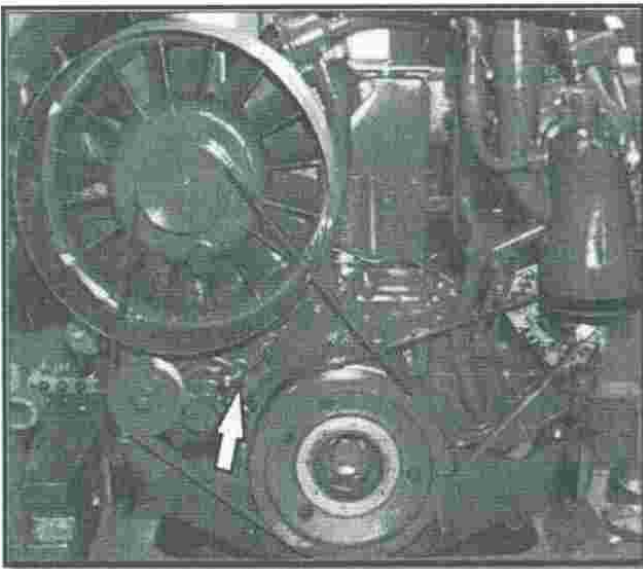

Figura 58. Sensor de correa.
4. Compruebe el sensor de la correa del ventilador del motor y la existencia de correas sueltas o dañadas (Ver figura 58).